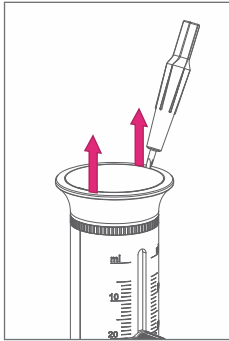

Abb. 11
1. Öffnen Sie die Kappe mit dem Kalibrierungswerkzeug wie in Abb. 11 gezeigt